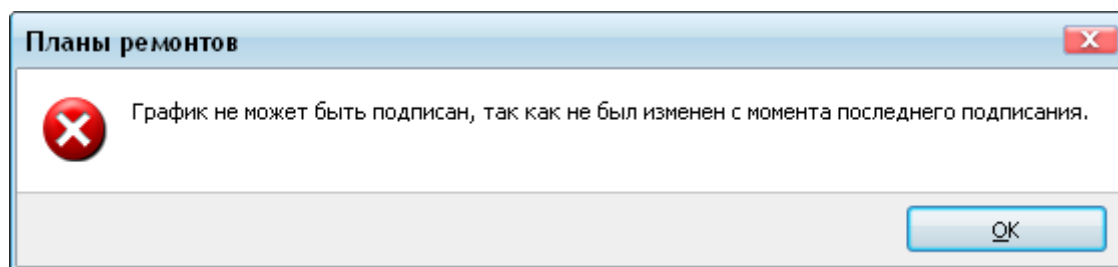

Рисунок 9.26 – Ошибка при подписании неизмененного входящего графика
**Примечание.** Если при повторном подписании входящего графика в него не были внесены изменения, время подписания графика и подписи остаются прежними. При этом появляется предупреждающее сообщение (Рисунок 9.26).